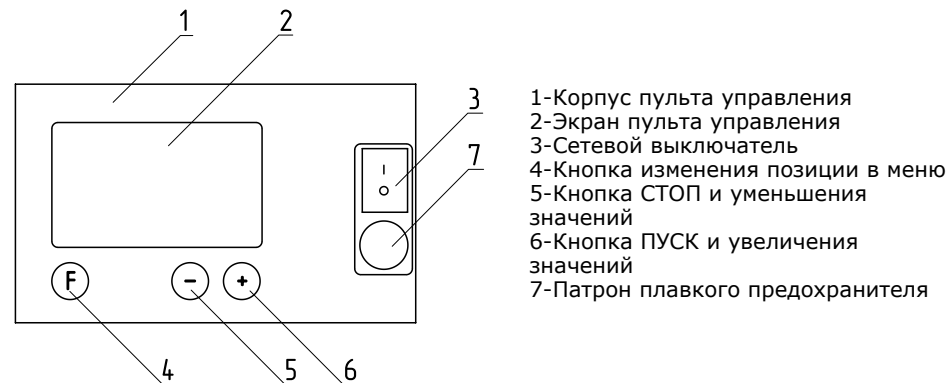

Рис. 3 Пульт управления
5.16. Более подробно с устройством и работой пульта управления можно ознакомиться в инструкции по эксплуатации и монтажу на контроллер котла есоМАХ 200W. Расположение органов управления и индикации на передней панели пульта управления показано на рис.3.
8.5.4. Произведите розжиг растопочного материала через решетку шуровочную (Рис.1 поз.18), закройте и зафиксируйте дверцу загрузочную (Рис.1 поз.3) и дверцу поддувальную (Рис.1 поз.6) и включите вентилятор при помощи нажатия кнопки «ПУСК» (Рис.3 поз.6). Нажатие кнопки «СТОП» (Рис.3 поз.5) выключает вентилятор и процесс розжига.